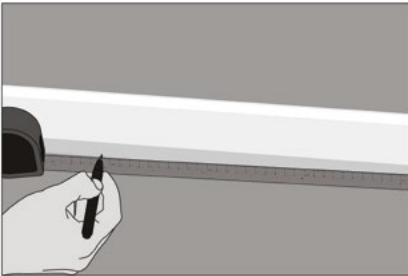

bild 3
- Messen Sie die Länge der benötigten Fußleiste und markieren Sie die Schnitte auf der Unterseite der Fußleiste an beiden Enden (Bild 3) und klemmen Sie die Fußleiste auf Ihrem Arbeitstisch fest. Bitte beachten Sie: lassen Sie auf beiden Seiten der Markierung genug Platz für Ihren Trigjig.